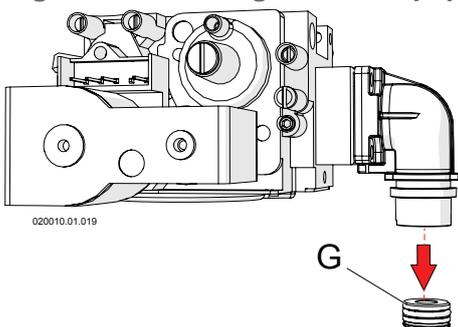

Figure 13-4 - Remplacement de la buse du gaz
- 7 - Remplacer la buse «G» indiquée sur la figure 13-4 par celle du kit, en vérifiant la correspondance du diamètre sur le tableau 13-8 ;